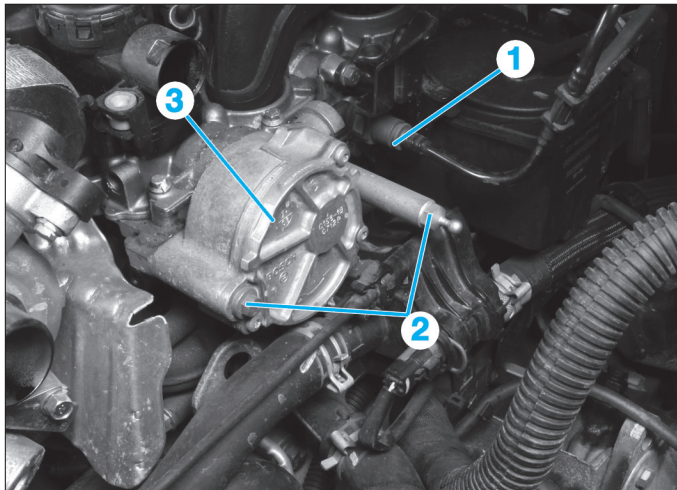

Fig. 21
- Débrancher le tuyau de dépression (1) (Fig.21).
- Déposer les vis de fixation (2) puis la pompe à vide (3).